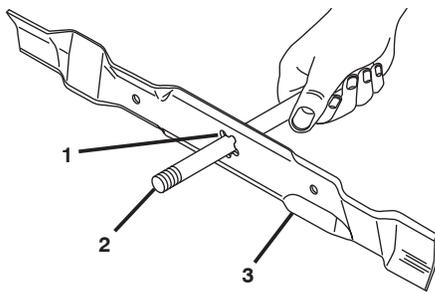

Figure 21
1. Glissez la lame sur la partie sans filetage du boulon ou la cheville en acier et gardez le boulon/la cheville dans une position parallèle avec la terre. Si la lame est équilibrée, elle doit rester horizontale. Si une extrémité de la lame se déplace vers le bas, aiguisez l'extrémité qui est trop lourde jusqu'à ce que la lame soit bien équilibrée (Figure 21).